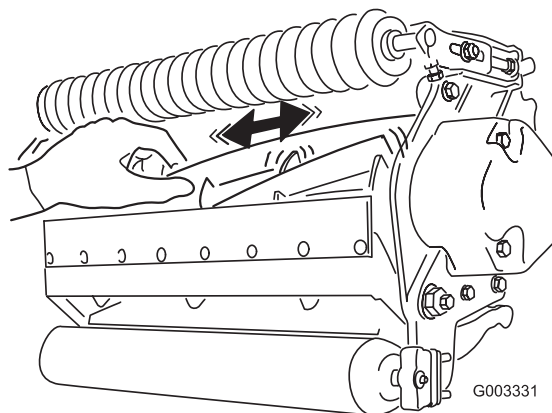

Bild 19
2. Halten Sie das Spindelmesser mit einem dicken Handrad oder einem Lappen fest und versuchen Sie, die Spindel von einer Seite zur anderen zu bewegen (Bild 19).